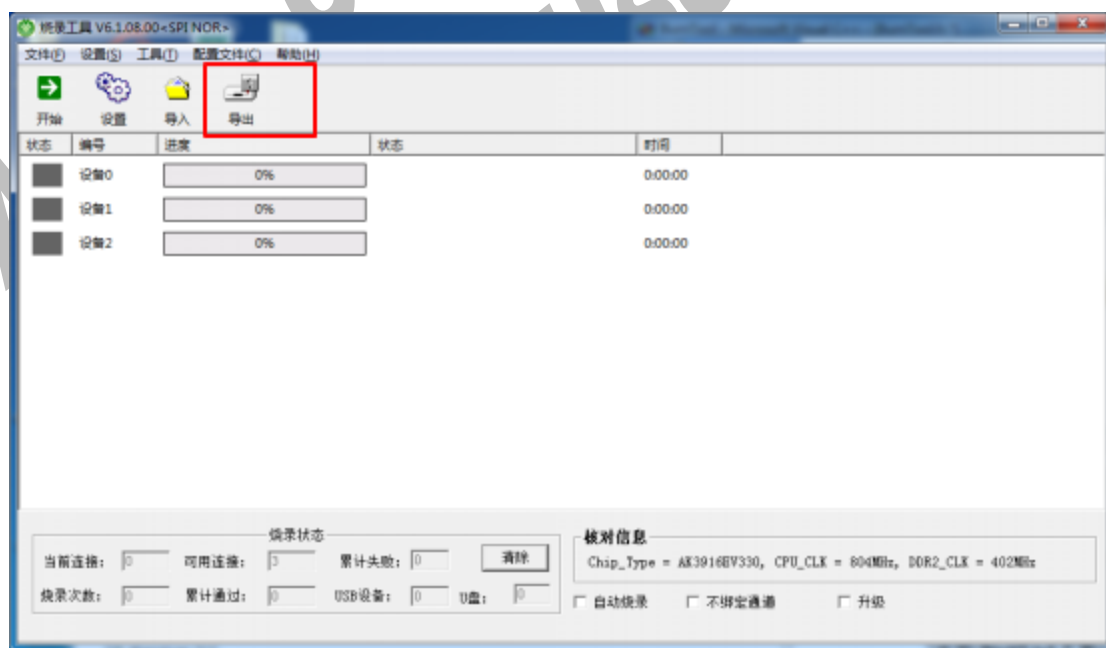

图 2-1 BurnTool 运行主界面
- 1、双击  BurnTool，进入 BurnTool 主界面，单击  导出 按钮。如图 2-1 所示：